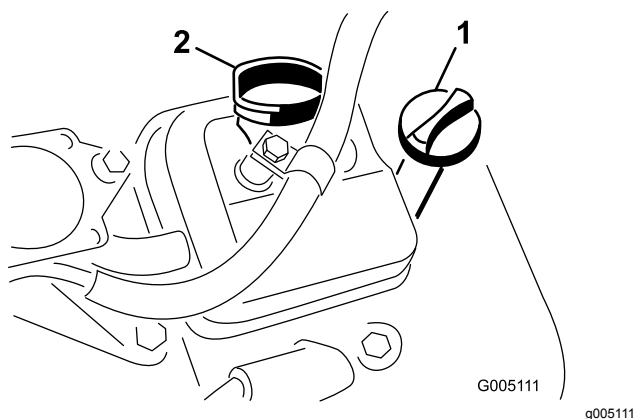

Figura 27
3. Enrosque la varilla en el tubo y asegúrese de que entre a fondo (Figura 27).